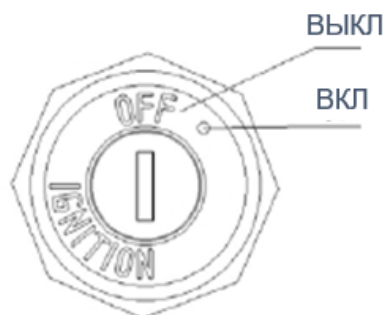

Рисунок 4. Замок включения питания
1. Вставьте ключ в замок включения питания, поверните в положение ВКЛ. (рис.4)